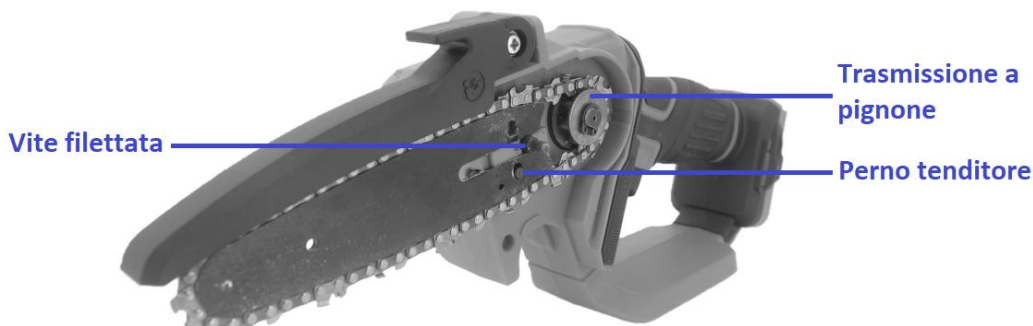
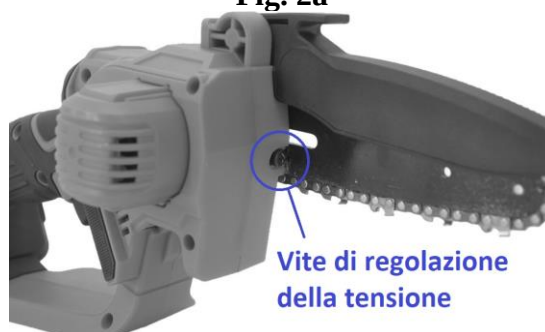

Fig. 2a
Fig. 2b
- Montare la barra di guida (con la nuova catena della sega) sul perno del tenditore con la catena che si trova intorno alla trasmissione del pignone, in modo che la barra di guida possa adattarsi alla posizione illustrata nella Fig. 2a.
- Ripristinare il copri pignone (2) sulla motosega e serrare il fermo copri pignone (10).
- Ruotare la vite di regolazione della tensione (con il cacciavite in dotazione) per regolare correttamente la tensione della catena (vedi Fig. 2b).